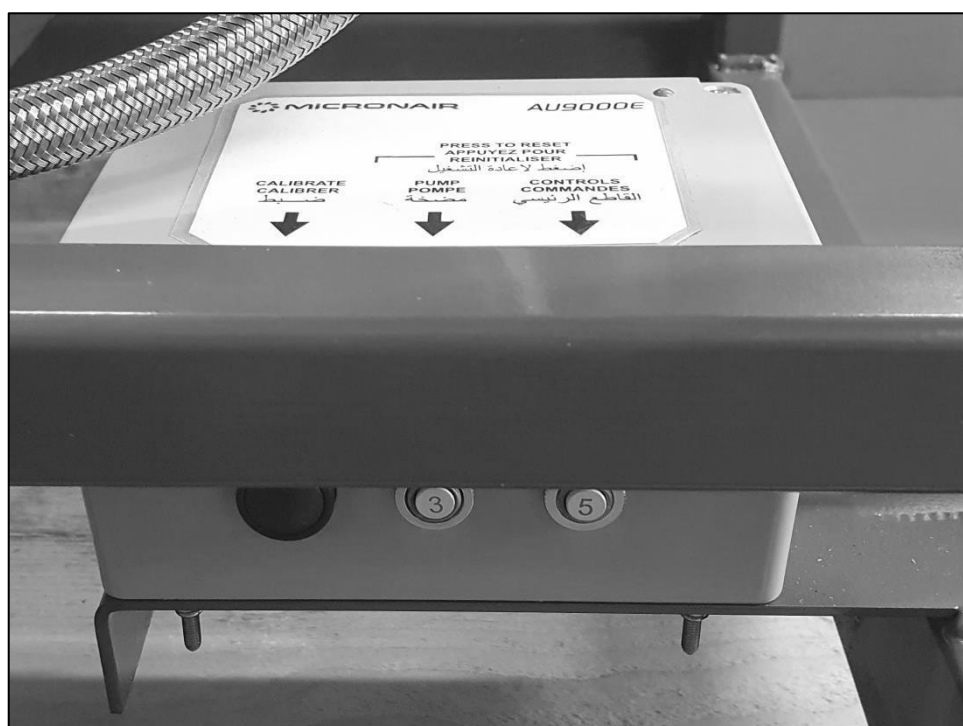

Fig. 4 - Interruptor de calibración en la caja de conexiones
7. Mantenga pulsado el interruptor de **calibración** de la caja situada a la derecha del nebulizador (véase la fig. 4) hasta que salga un chorro constante de líquido de cada cabezal atomizador.